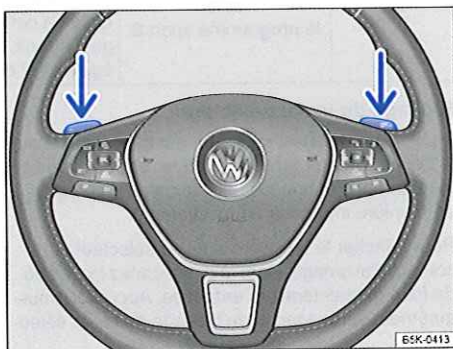

Fig. 151 Volant avec 2 palettes pour passage des rapports avec la commande Tiptronic.
- Dans le programme de conduite **D** ou **S** ou dans la voie de passage Tiptronic, actionnez les palettes au volant $\Rightarrow$ **fig. 151** (flèches).